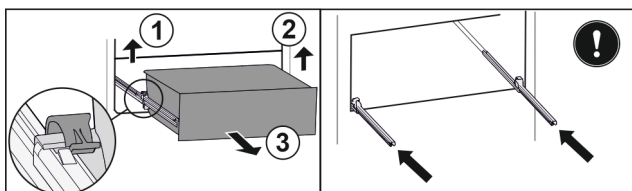

Fig. 169
- Podignite lijevu stezaljku i istovremeno izvucite ladicu lijevo prema naprijed. Fig. 169 (1)
- Podignite desnu stezaljku i istovremeno izvucite ladicu desno prema naprijed. Fig. 169 (2)
- Izvadite ladicu prema naprijed. Fig. 169 (3)